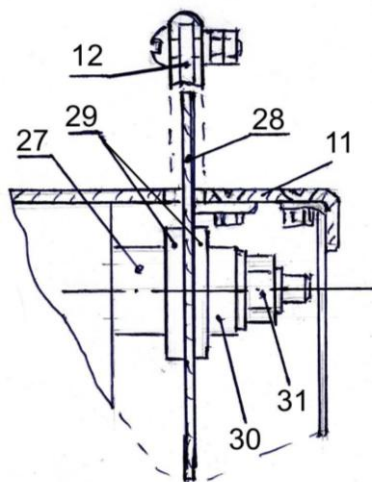

Рис. 7
- **Рис.7:** Застопорив деревянным брусом строгальный вал, открутить гайку (31) крепления шайб и втулок на конце вала;
- Установить на вал втулку (27), пыльный диск (28) между шайбами пилы (29), одеть конечную втулку (30), шайбу на диаметр $\varnothing 20$ и зажать гайку крепления (31) на конце вала;